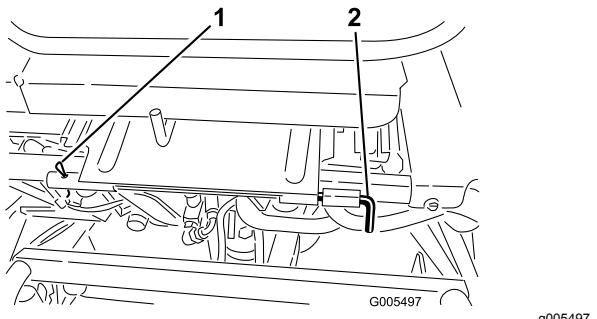

Figura 29
3. Baixe o banco e retire o pino de segurança que prende a haste de articulação do banco à estrutura (Figura 29).